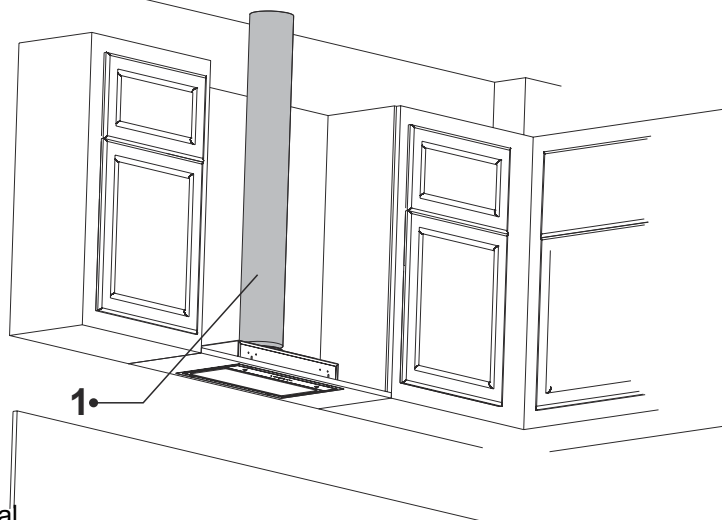

Fig. 23
11. ▶ Anslut nu utsugskanalen mellan fläkten och motorkabinettet (Fig. 23).